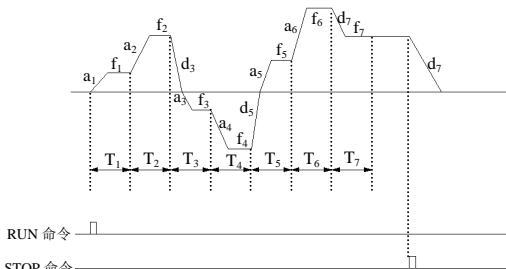

图 6-23 PLC 单循环后保持方式
**2：单循环后保持最终值**.如图 6-23，变频器完成一个循环后自动保持最后一段的运行频率、方向运行，直到有停机命令输入，变频器以设定的减速时间停机。